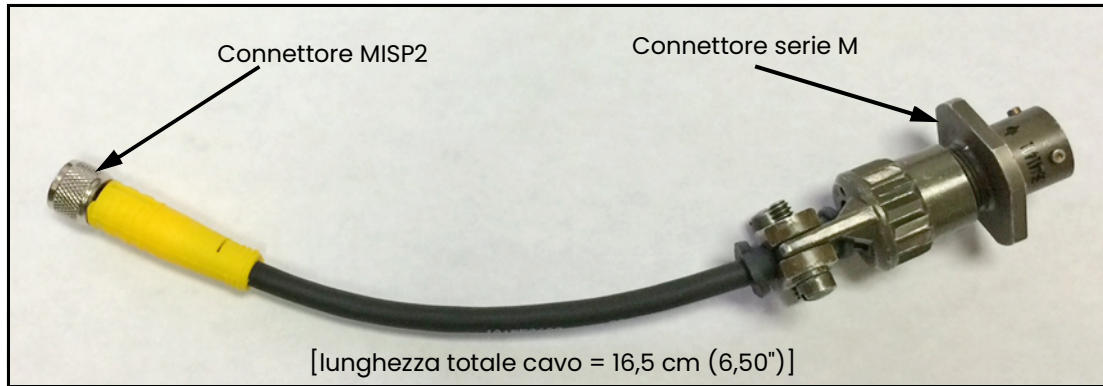

**Figura 5: Cavo convertitore TF-MISP2**
Se un sistema di misura dell'umidità esistente utilizza una sonda igrometrica della **serie TF**, il cavo per tale sonda può essere adattato per l'uso con una sonda **MISP2**. Per adattare il sistema esistente, consultare la *Figura 5* e completare le operazioni indicate di seguito:
3. Utilizzando il *cavo adattatore 704-1362-00 Panametrics*, mostrato nella *Figura 5*, collegare un'estremità del cavo alla sonda **MISP2** e l'altra estremità al connettore del cavo **serie TF** esistente.